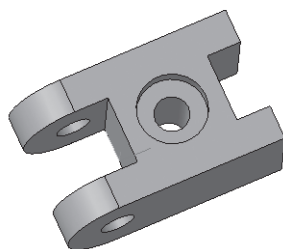

Рис. 222
-  – создайте объект (рис. 222);